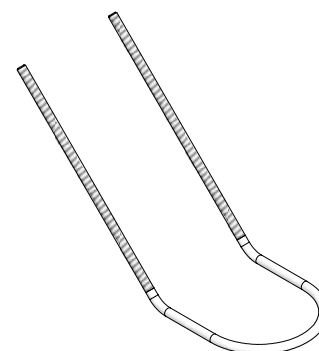
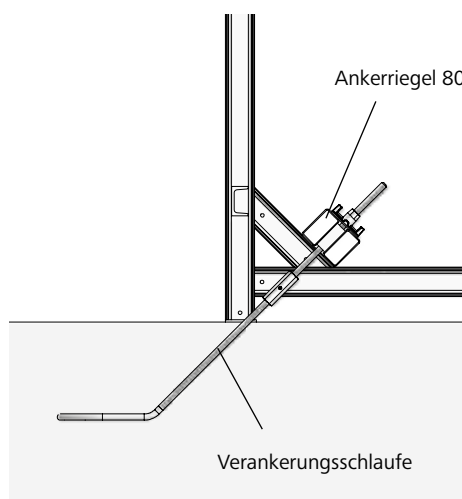
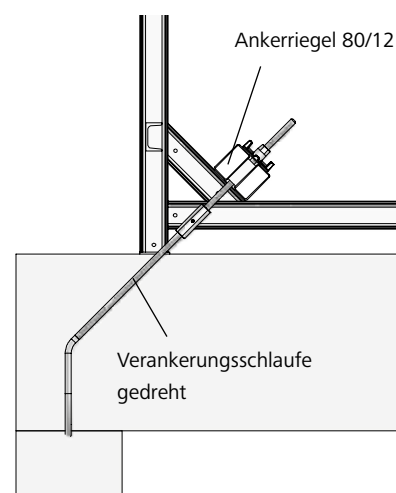

Abb. 19.2 Verankerungsschlaufe
Abb. 19.3
Abb. 19.4
- Mit Verankerungsschlaufe 15 (Abb. 19.2) oder 20 und Ankerriegel (Abb. 19.3 und 19.4) oder mit gedrehter Verankerungsschlaufe 15 oder 20 (Abb. 19.4). Eine ggf. zusätzliche erforderliche Bewehrung ist mit dem Tragwerksplaner abzuklären.